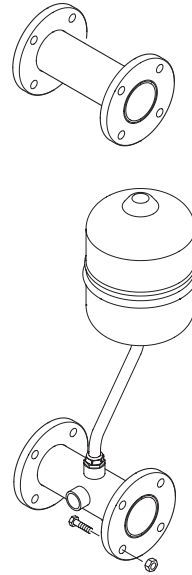

Fig. 6
1.10 KIT DE CONEXIÓN DEL COMPENSADOR HIDRÁULICO CÓD. 8101534 (debe solicitarse por separado) (fig. 6)